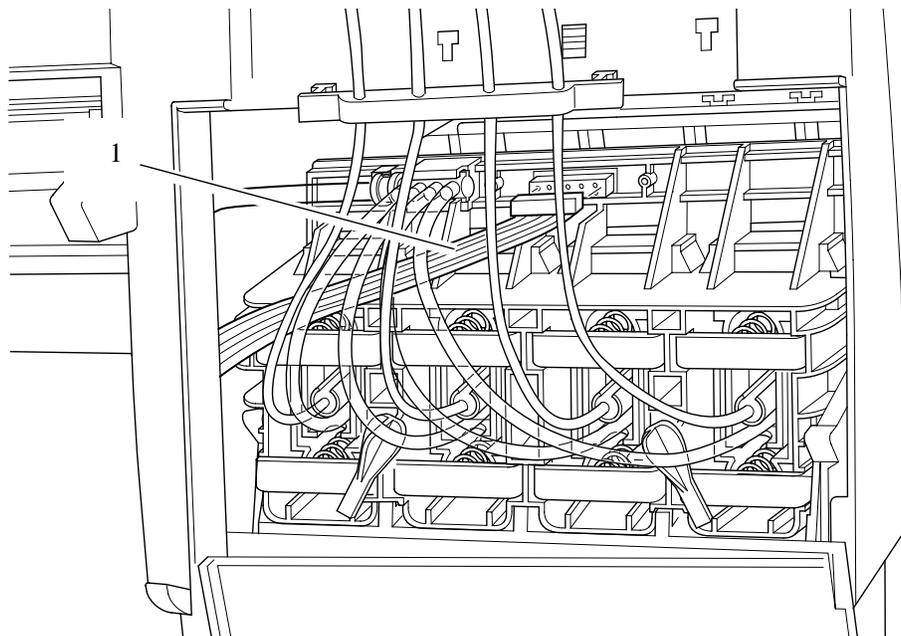

Figura 60: “Ink Cartridge Tube Connector Cable”
11. Desconecte el “ink cartridge tube connector cable” (item 1) (consulte la Figura 60).